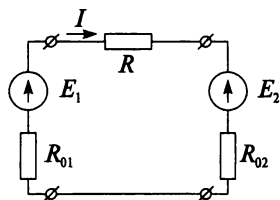

Рис. 3.26
Рассмотрим неразветвленную электрическую цепь (рис. 3.26), содержащую потребитель с сопротивлением R и два источника с внутренними сопротивлениями R_{01} и R_{02} , ЭДС которых E_1 и E_2 направлены встречно.
Если обе ЭДС совпадают по направлению, то величина тока в такой цепи будет больше, а если они направлены встречно, то меньше. Направление тока в цепи совпадает с направлением большей ЭДС. Пусть $E_1 > E_2$, тогда ток в цепи направлен в сторону E_1 (см. рис. 3.26), при этом ЭДС E_2 называется *встречной* или *противо-ЭДС*.
Для цепи на рис. 3.26 источник E_1 работает в режиме генератора, а источник E_2 — в режиме потребителя.
10. Для цепи (см. рис. 3.26) определить напряжения на зажимах источников, если $E_1 = 25$ В, $E_2 = 10$ В, $R = 5$ Ом, $R_{01} = R_{02} = 0,2$ Ом.